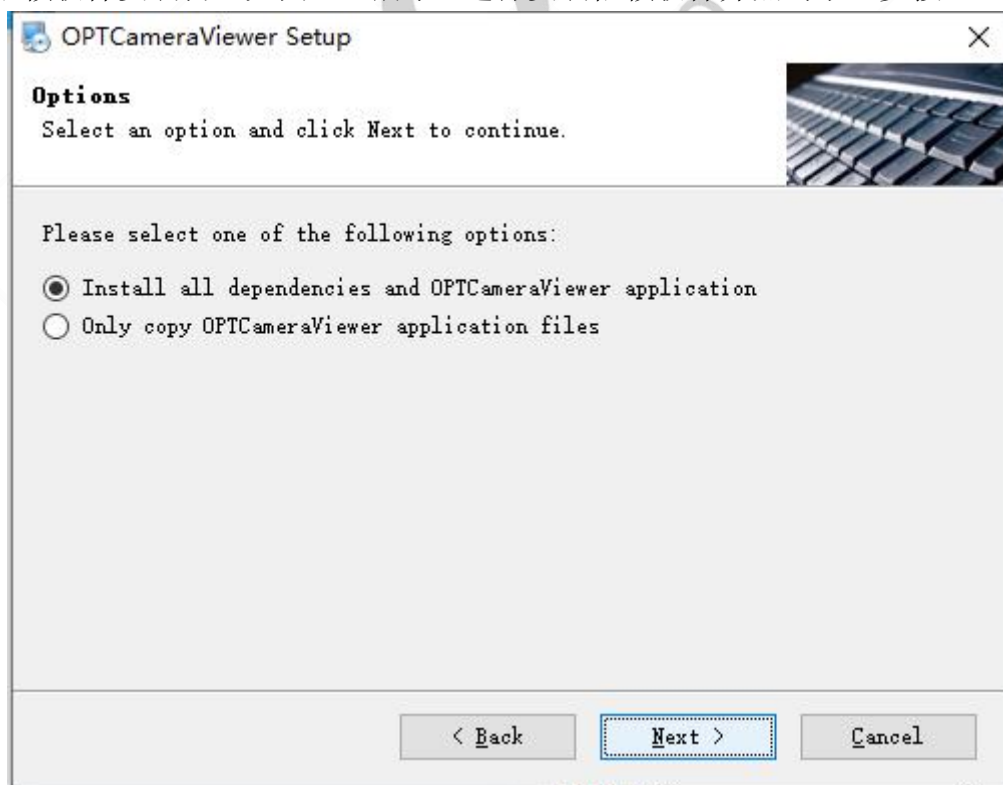

图 3-4 依赖软件安装窗口
5. 进入依赖软件安装窗口如图 3-4 所示，选择安装依赖软件并点击下一步按钮，继续安装流程。